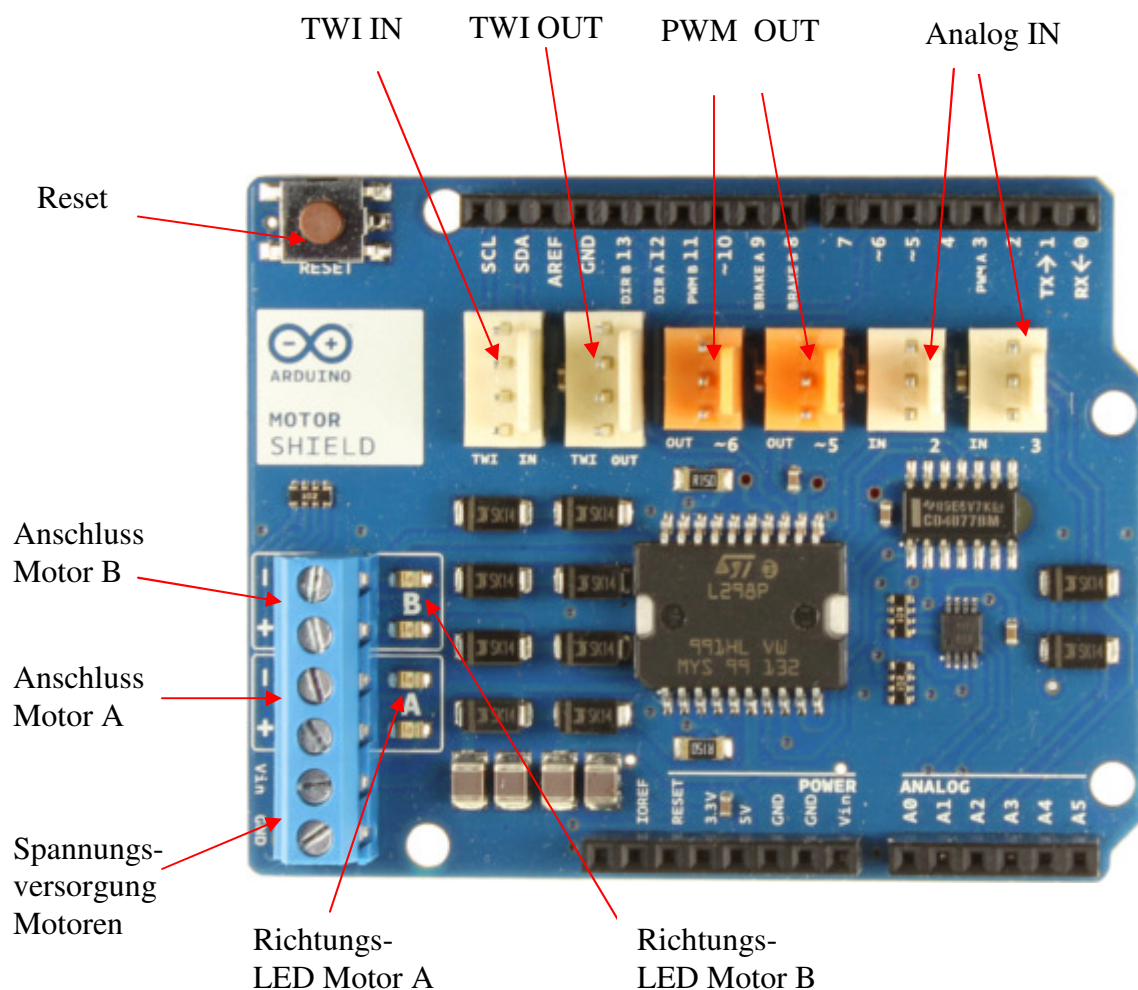

Abb.1: Ein- und Ausgänge des Arduino Motor Shield
- **Schraubklemmen** zum Anschluss der Motoren und des Motorspannung sie Abb. 1.